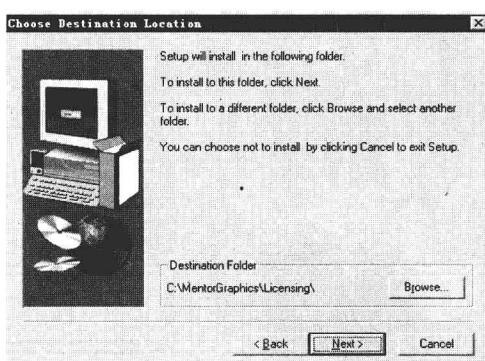

图 1-3 “Choose Destination Location” 对话框
③ 单击 按钮，会弹出“Choose Destination Location”对话框，提示设置安装路径，如图 1-3 所示。